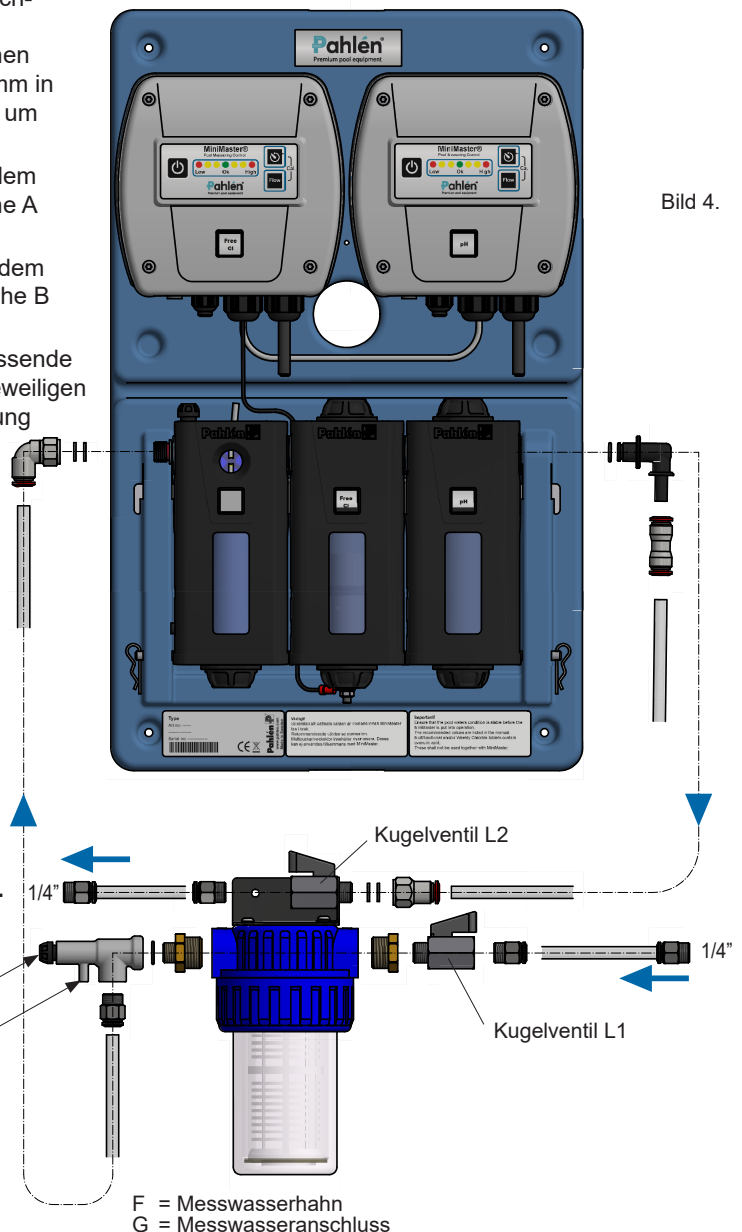

Bild 4.
5. Montieren Sie die mitgelieferten Anschlüsse für die Ein- und Ausläufe an den Modulen von MiniMaster, siehe Bild 4.
3. Kalibrieren Sie die pH-Einheit, indem Sie gleichzeitig auf die Tasten (J) und (K) drücken und diese mindestens 2 Sekunden gedrückt halten. Als Bestätigung, dass die Kalibrierung läuft, blinkt die Diode schnell (ca. 5 Mal/Sek.). Abschließend blinkt die Diode langsam.
7. Aktivieren Sie den Automatikbetrieb, indem Sie Taste (H) drücken. Die Diode für den aktuellen Messwert (pH) leuchtet jetzt dauernd und MiniMaster regelt jetzt bei Bedarf die pH-Dosierung:
9. Entnehmen Sie Messwasser aus dem Ablasshahn (F, Bild 4) und überprüfen Sie den pH-Wert mit einer photometrischen Messausrüstung.
1. Entnehmen Sie Messwasser aus dem Ablasshahn (F, Bild 4). Überprüfen Sie den pH-Wert des Pools mithilfe einer photometrischen Messausrüstung.
4. Kalibrieren Sie die pH-Einheit, indem Sie gleichzeitig auf die Tasten (I) und (J) drücken und diese mindestens 2 Sekunden gedrückt halten. Als Bestätigung, dass die Kalibrierung läuft, blinkt die Diode schnell (ca. 5 Mal/Sek.). Abschließend blinkt die Diode langsam.
6. Aktivieren Sie den Automatikbetrieb, indem Sie Taste (H) drücken. Die Diode für den aktuellen Messwert (pH) leuchtet jetzt dauernd und MiniMaster gibt zur Regelung des pH-Werts im Pool ein Signal an die angeschlossene Dosierausrüstung.
1. Entnehmen Sie Messwasser aus dem Ablasshahn (F, Bild 4). Überprüfen Sie mithilfe einer photometrischen Messausrüstung den Wert für das freie Chlor im Pool.
4. Kalibrieren Sie die Einheit für freies Chlor oder die Redox-Einheit, indem Sie gleichzeitig auf die Tasten (J) und (K) drücken und diese mindestens 2 Sekunden lang gedrückt halten.
7. Aktivieren Sie den Automatikbetrieb, indem Sie Taste (H) drücken. Die Diode für den aktuellen Messwert leuchtet jetzt dauernd und MiniMaster regelt jetzt bei Bedarf mit der angeschlossenen Dosierausrüstung den Wert für das freie Chlor.